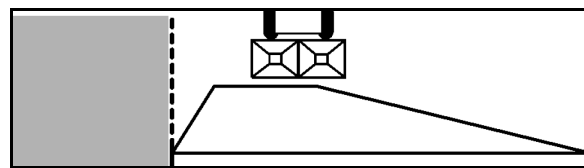

Рис. 70
Для точной настройки без использования инструмента отдельных распределяющих лопастей на каждом распределяющем диске расположены две различающиеся, характерные шкалы (Рис. 70/1 и Рис. 70/2).
- Более короткой лопасти (Рис. 70/3) соответствует шкала (Рис. 70/1) со значениями от 5 до 28, а более длинной лопасти (Рис. 70/4) шкала (Рис. 70/2) со значениями от 35 до 55.
- Найдите для короткой распределительной лопасти (Рис. 70/3) установочное значение на указателе (Рис. 70/5).
- Найдите для длинной распределяющей лопасти (Рис. 70/4) установочное значение на указателе (Рис. 70/6).
- Перевод распределяющих лопастей на большее числовое значение шкалы (Рис. 70/1 или Рис. 70/2) ведет к увеличению рабочей ширины захвата.